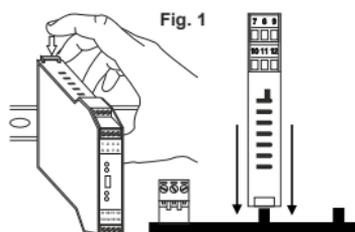

Fig. 1
2) Inserire il connettore posteriore IDC10 del modulo su uno slot libero dell'accessorio per guida OMEGA come illustrato in Fig.1. (l'inserimento è univoco perchè i connettori sono polarizzati).
3) Per fissare il modulo alla guida OMEGA stringere i due ganci posti ai lati del connettore posteriore IDC10 come illustrato in Fig.1.